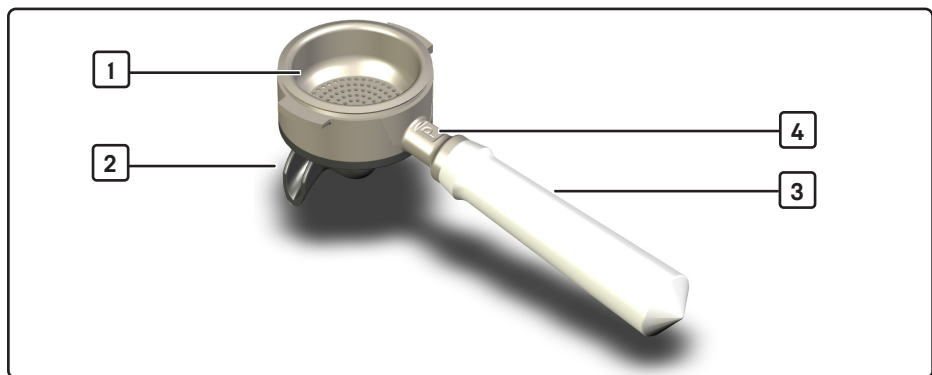

Abb. 6 Filterträger mit Zweitassensieb und Silikonaufsatz
1. Filterträger mit dem P-Logo (4, Abb. 6) nach oben gerichtet festhalten.
2. Mit beiden Händen den Silikonaufsatz (2, Abb. 6) von unten in den Filterträger drücken, bis er vollständig eingerastet ist.
1. Mit einer Hand den Filterträger mit dem P-Logo (4, Abb. 6) nach oben gerichtet festhalten.
2. Mit der anderen Hand das zugehörige Sieb (1, Abb. 6) in den Filterträger einsetzen.